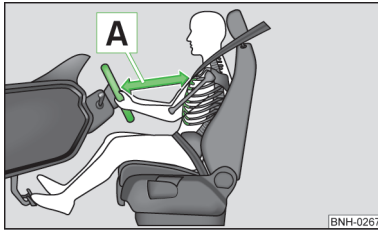

Abb. 88
- Das Lenkrad so einstellen, dass der Abstand zwischen Lenkrad und Brustbein mindestens 25 cm beträgt **A** » Abb. 88. Wenn Sie den Mindestabstand nicht einhalten, kann Sie das Airbag-System nicht schützen - Lebensgefahr!